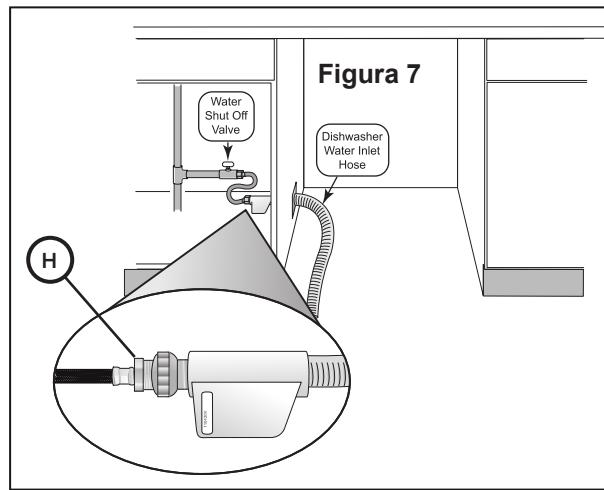

Figura 7
- NOTA: El extremo de la manguera de entrada de agua de la lavadora de platos es pesado y necesitará sujetarse. Es mejor dejar el extremo sobre el piso del gabinete como se muestra en la Figura 7.